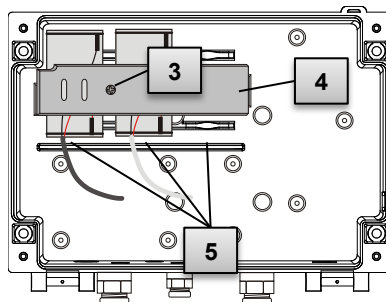

Abb. 21
8. Platzieren Sie die neuen Batterien im Bodenteil an den vorgesehenen Stellen (Abb. 21, Pos. 5).